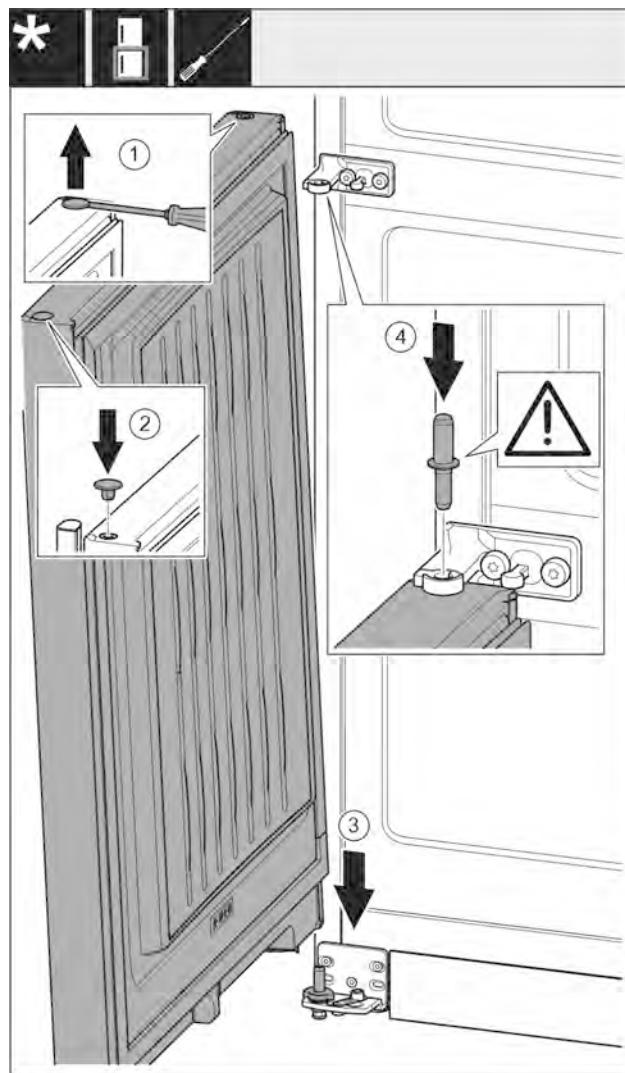

Fig. 29
- Осторожно приподнимите шлицевой отверткой заглушку и извлеките ее. Fig. 29 (1)
- Снова вставьте заглушку с другой стороны. Fig. 29 (2)
- Установите дверь сверху на нижний опорный палец. Fig. 29 (3)
- Вставьте середину опорного пальца через средний опорный кронштейн в нижнюю дверь. При этом следите за тем, чтобы выступ фиксатора был направлен назад. Fig. 29 (4)